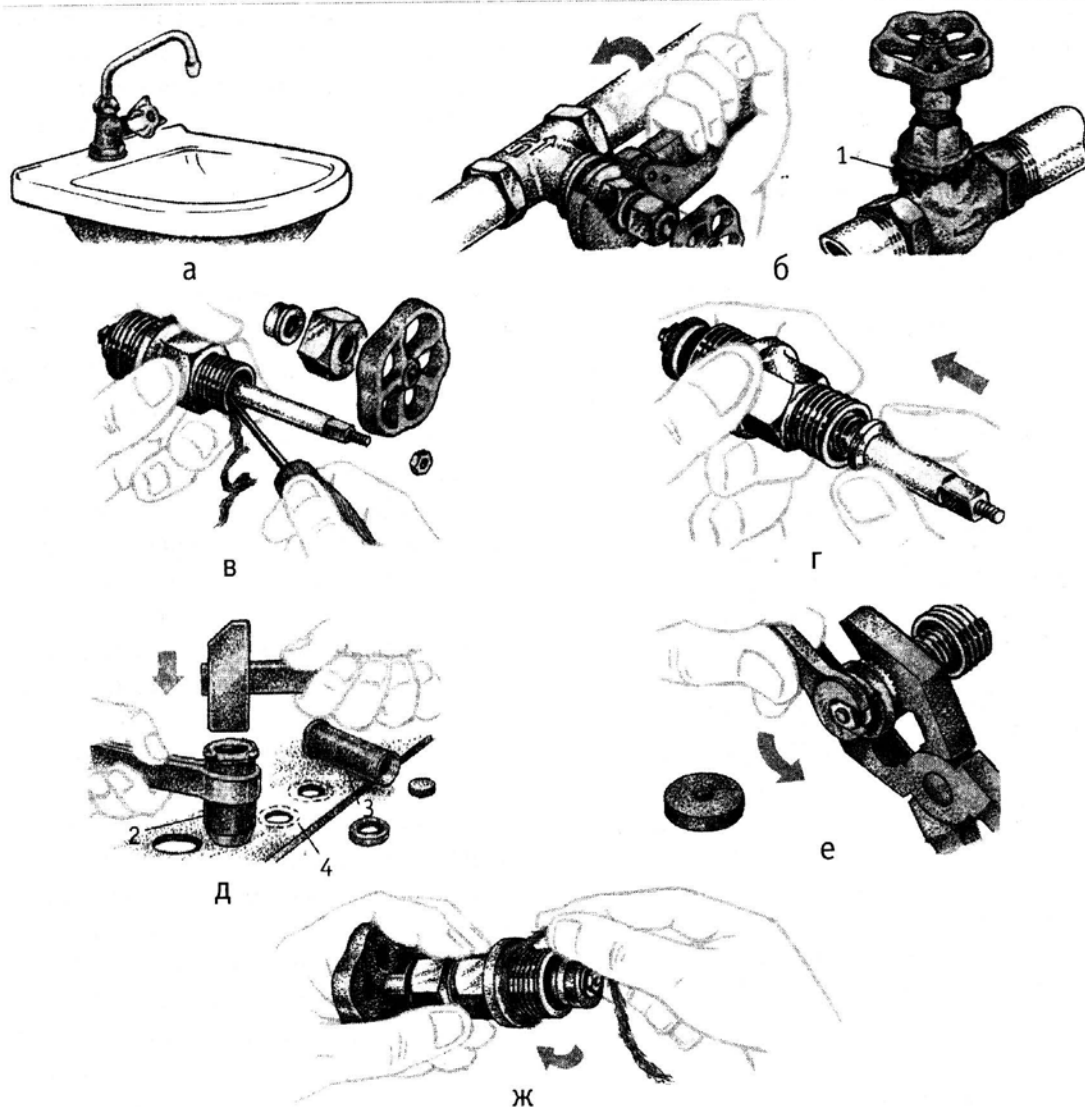

Рис. 1—3—5. Стадии донабивки сальника при необходимости и замены прокладки в клапане вентиля с накидной гайкой:
4. Квартиры в углах дома подсказывают местонахождение стояка. Правильно ли закрыты вентили стояка подтвердит отсутствие воды в санприборах квартиры (рис. 1—3—5а). Но к спокойному ремонту вентиля на вводе в квартиру приступают лишь тогда, когда у закрытого вентиля в подвале или на чердаке установите часового. Понятно, что у двух перекрытых вентилях, расположенных вне переделов видимости, следует оставить минимум по человеку. Спросите, для чего? Объясню. Если действие происходит в шестнадцатиэтажном доме, то закрытый стояк лишит воды 16 или 32 квартиры. Жильцы начинают выяснять причину. «Разведчик-сантехник», наконец, придет и откроет вентиль или вентили, если никто его не предупредит о ремонте. Резюме из этого простое: есть часовые или их нет, а операцию «омоложения» вентиля нужно совершить быстро, подготовив для этого все необходимое. Стадии замены прокладки в клапане вентиля и при необходимости набивки сальника даны на рис. 1—3—5.